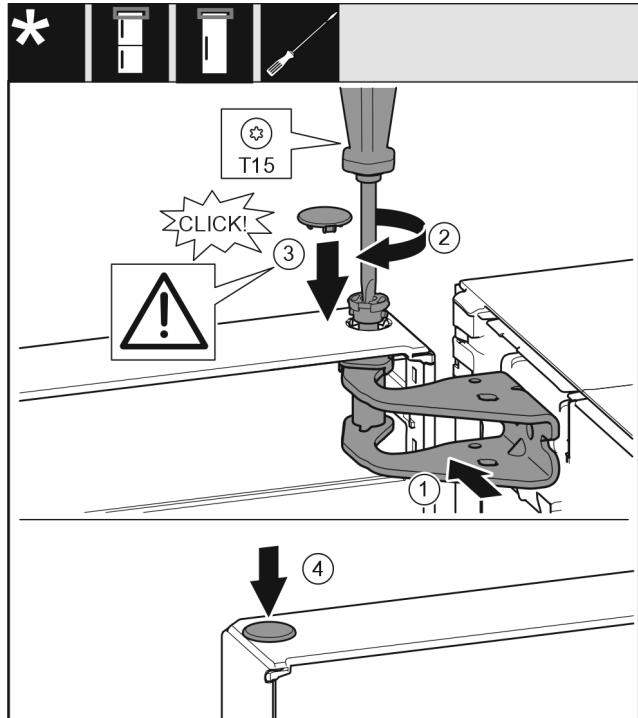

Fig. 22
- Tür oben zur Öffnung im Lagerbock Fig. 22 (1) ausrichten.
- Bolzen Fig. 22 (2) einsetzen und mit Schraubendreher festschrauben.
- Abdeckung Fig. 22 (3) einsetzen.
- Kontrollieren, dass die Abdeckung Fig. 22 (3) auf der Tür aufliegt.
- Abdeckung Fig. 22 (4) einsetzen.